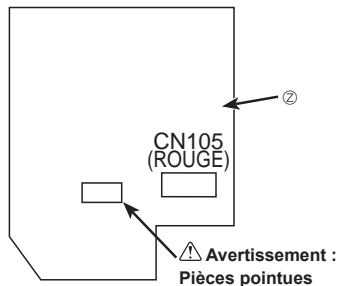

Fig. 6-6
- CN105 (ROUGE) situé sur le panneau du contrôleur intérieur. (Fig. 6-6)